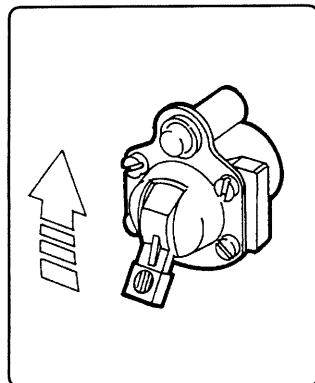

fig. 6.23.2
- 2** Inserire la presa di forza tramite l'apposito deviatore pneumatico (normalmente in cabina) azionando la frizione (fig. 6.23.2). Nel caso d'innesto meccanico la leva è dietro il posto guida.
- 2** Engage the PTO by means of the appropriate pneumatically operated switch (normally located in the cab), operating the clutch (fig. 6.23.2). With a mechanical coupling system, the lever is behind the driving seat.